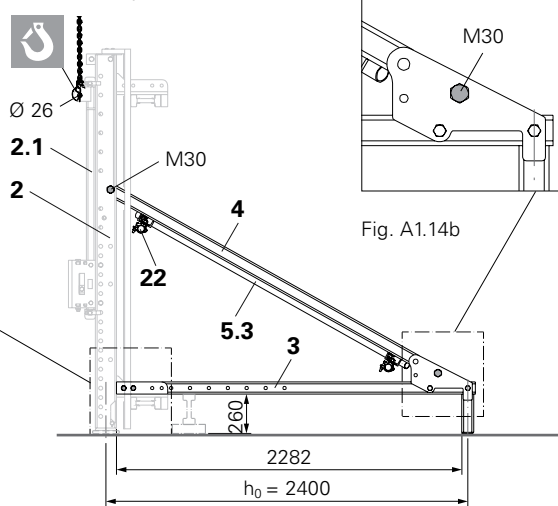

Fig. A1.14
1. Posizionare la tavola (14.1) contro il montante parapetto (10).
4. Unire il montante parapetto alla tavola con viti M8 x 100 e dadi M8. (Fig. A1.14)